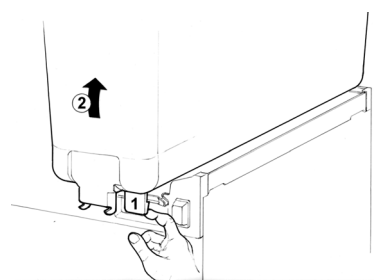

figura 3
- 2 Quitar el contenedor vacío levantándolo por la parte anterior y desprendiéndolo de la junta (ver figura 3).